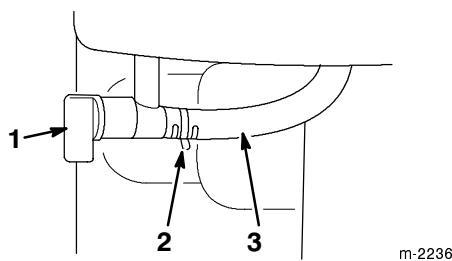

Figure 17
- **Robinet d'essence** (Fig. 17)—Tournez le robinet vers la droite pour le fermer et couper l'arrivée d'essence en provenance du réservoir. Tournez-le vers la gauche pour l'ouvrir. Fermez le robinet lorsque vous n'utilisez pas la déneigeuse.
- Ouvrez le robinet d'essence situé sous le réservoir (Fig. 17) en le tournant vers la gauche.